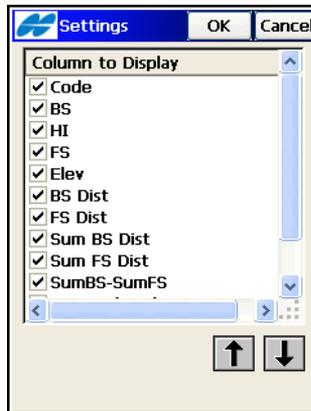

Abbildung 8-80. Ändern der anzuzeigenden Spalten
6. Um die Spalten und Spaltenreihenfolge für das Feldbuch festzulegen, wählen Sie die Option *Einstellungen anzeigen* aus dem Menü oben links im Fenster (Abbildung 8-80).